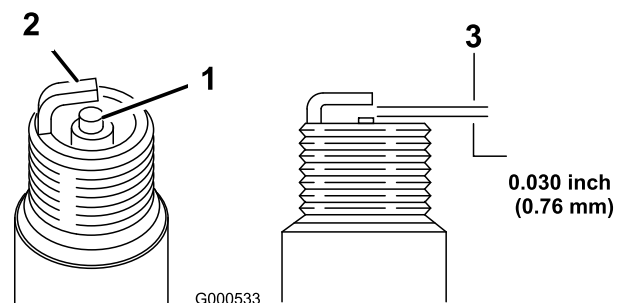

Bild 40
1. Sehen Sie sich die Mitte der Zündkerzen an (Bild 40).
2. Prüfen Sie den Abstand zwischen der mittleren und der seitlichen Elektrode (Bild 40) und biegen Sie die seitliche Elektrode, wenn der Abstand falsch ist.